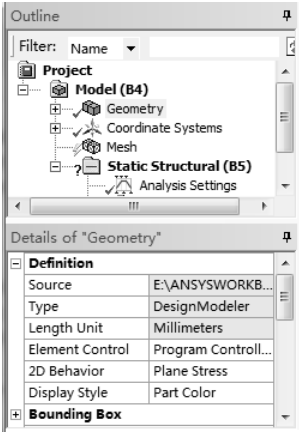
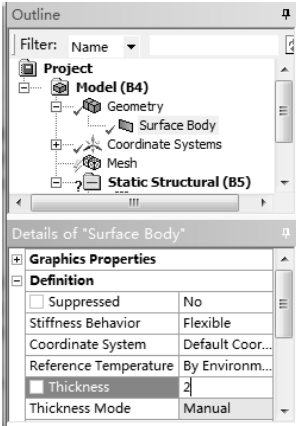

图 5-43 选择平面应力
图 5-44 设置薄板厚度
2) 在【Outline (分析树)】中单击【Geometry】节点，在【Details of “Geometry”】窗口中的【2D Behavior】下拉列表中选择 Plane Stress，如图 5-43 所示。然后选择【Geometry】下的【Surface Body】节点，在详细设置窗口中设置【Thickness】为 2mm (板厚为 2mm)，如图 5-44 所示。